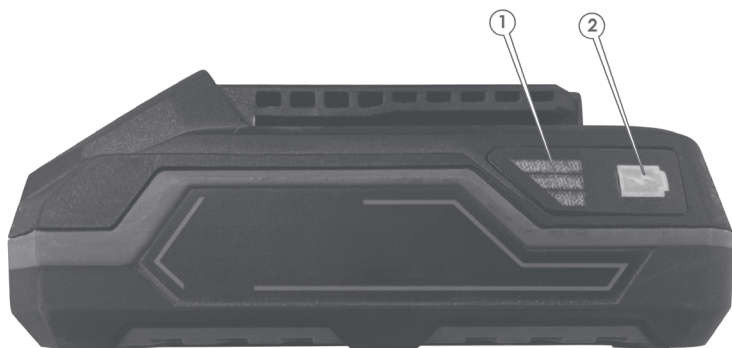

Рисунок 5. Схема перевірки рівня заряду акумуляторної батареї.
- натиснути та утримувати кнопку акумулятора (2, рис. 5), що розташовується на верхній панелі акумулятора;
- перевірити рівень зарядженості акумулятора: під час утримання кнопки залежно від стану заряду батареї почнуть світитися відповідні індикатори (1, рис. 5).